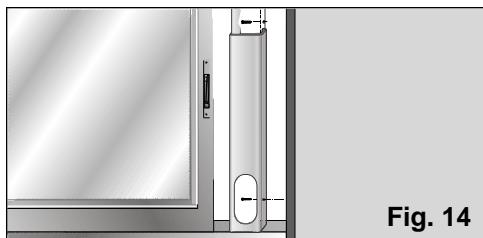

Fig. 14
- Para o poder fixar à janela / terraço, dispõe de dois orifícios laterais. Por meio de dois parafusos (não incluídos com o acessório), o utilizador poderá fixá-lo ao caixilho ou à parede sem perigo de que este se mova ou caia da sua posição, **Fig. 14**.